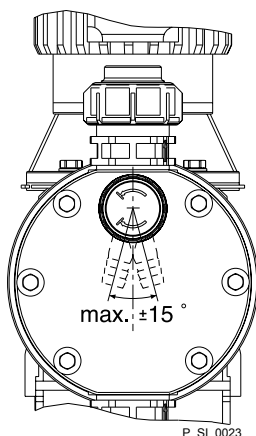

Fig. 16: Orientación de la válvula de rebose permitida
- Coloque la tubería de rebose siempre en descenso y, además, coloque la boquilla portatubo orientada hacia abajo (véase Fig. 16).